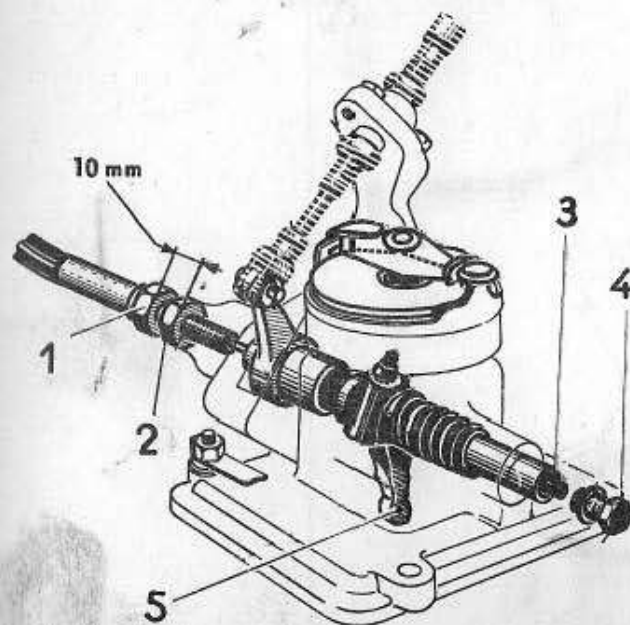
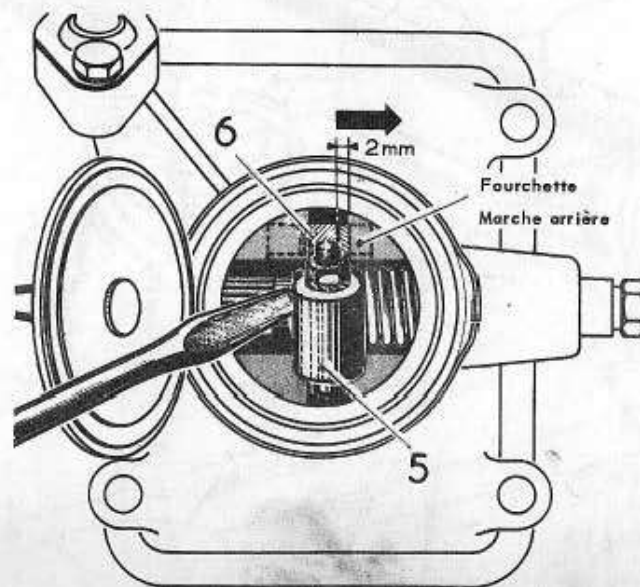

Fig. 4
Fig. 5
204 - REGLAGE de la SELECTION des VITESSES (CABLE INFÉRIEUR du COUVERCLE de BOITE de VITESSES) (Fig. 4 - 5 - 6)
- 6) Par l'orifice de remplissage d'huile, et à l'aide d'un gros tournevis, amener le doigt (5 - Fig. 4) de passage des vitesses dans l'alignement de la fourchette de 1ère et 2ème (6 - Fig. 5). Puis la dépasser de 2mm environ vers la marche arrière, maintenir le doigt (5) dans cette position.